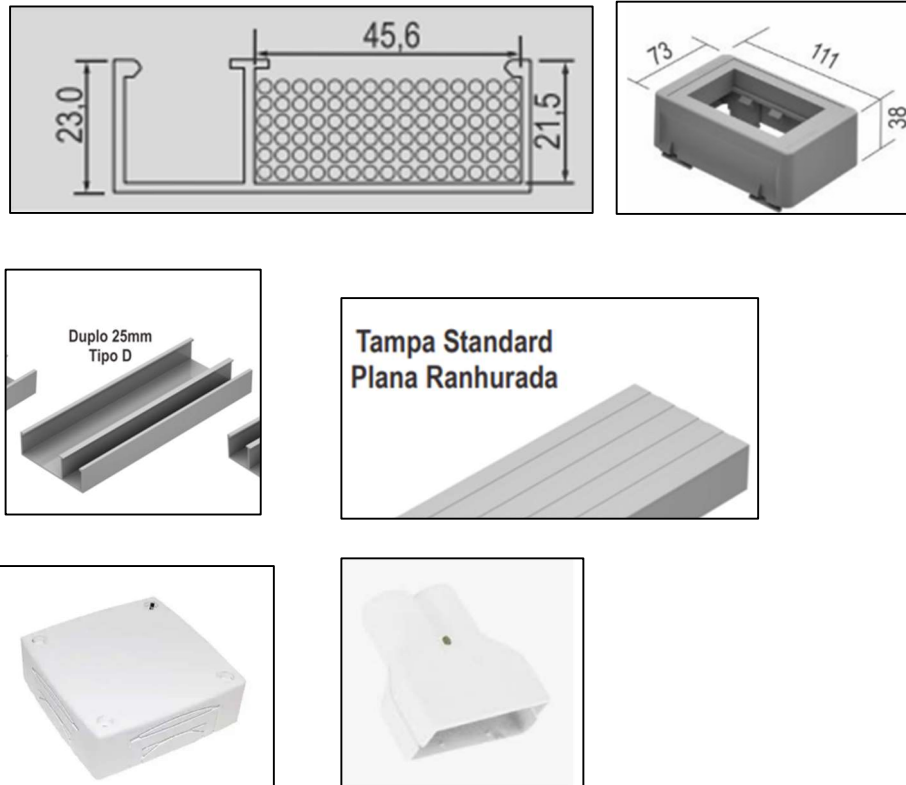

Figura 27: Imagens de referência, marca Dutotec
- a. Todos os circuitos das salas serão instalados de forma aparente em eletrocalha de alumínio, que deve ter as mesmas especificações do modelo padrão utilizado na Câmara, que são as seguintes (ver Figura 27):
- d. A derivação dos eletrodutos para as eletrocalhas deve ser feita com adaptador específico para este fim (“cachimbo”), conforme modelo indicado na Figura 27, na cor branca (ref. DT 47140.00);